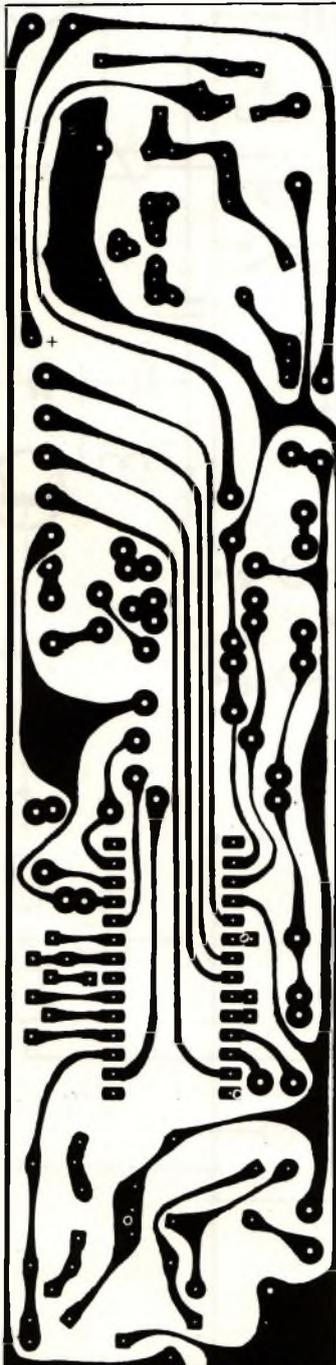
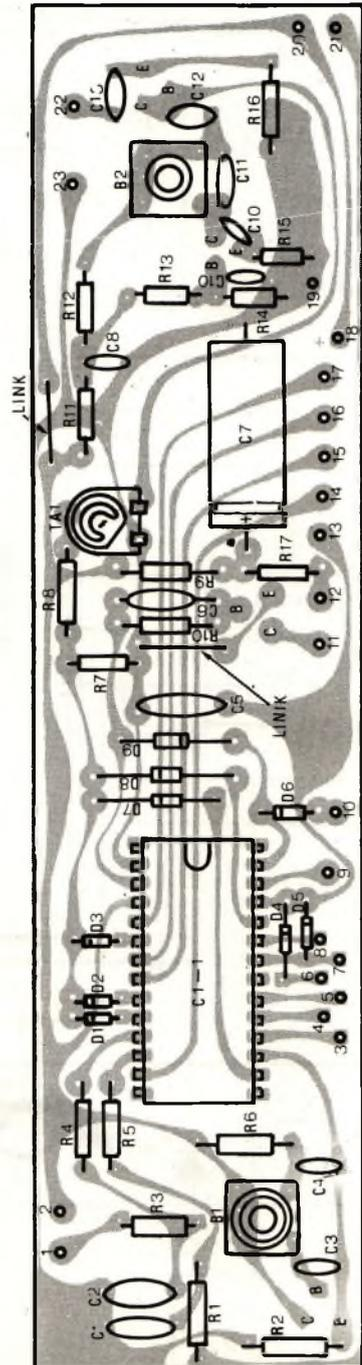

Figura 10
Figura 11
Na figura 10 temos a placa de circuito impresso sugerida para esta montagem, com a disposição dos componentes da figura 11.
i) Solde o capacitor C6 em posição, e em seguida faça o "link" que consiste num pedaço de fio descascado ligando os pontos indicados no circuito (figura 11).
p) Solde um fio do terminal (15) da placa ao fio comum das chaves.